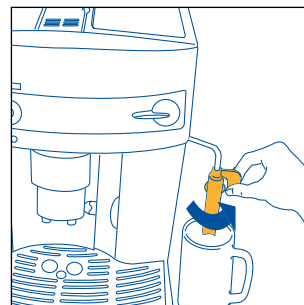
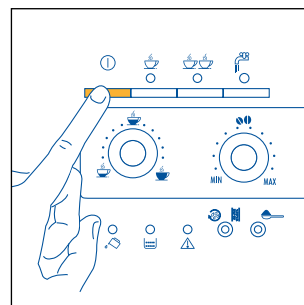
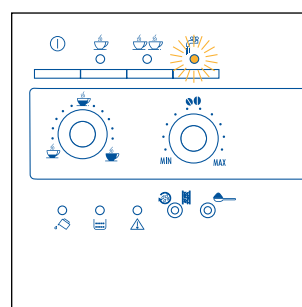

Fig. 3
Fig. 4
Fig.22
2. Desplace el emulsionador hacia afuera y coloque una taza abajo (fig.3) y encienda la máquina presionando el botón ① (fig.4).
- Gire el emulsionador hacia el exterior de la máquina (fig. 3).
- Coloque un recipiente debajo del emulsionador (fig. 3).
- Sitúe un recipiente vacío bajo el emulsionador (fig. 3). Gire el mando vapor media vuelta en el sentido contrario de las agujas del reloj hasta el tope (el piloto  se enciende parpadeando fig. 22). Deje salir durante unos segundos el agua mezclada con vapor hasta que salga únicamente vapor.